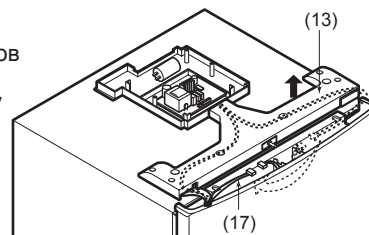

Рис. 5
- Переместите жгут проводов рис. 5 (17) на противоположную сторону крышки рис. 5 (13).